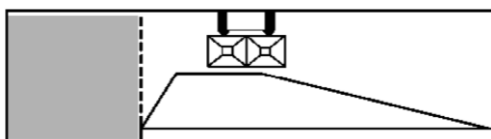

Рисунок 10.23 –
1. На границе поля находится улица, грунтовая дорога или чужой участок (рисунок 10.23). Разрешается разбрасывать удобрение через границу поля.